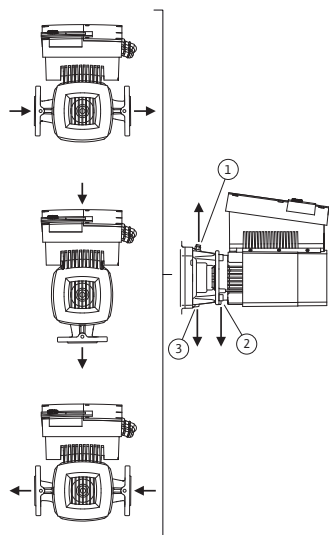

Fig. 23: Positions de montage autorisées avec arbre de moteur horizontal
Les positions de montage autorisées avec arbre de moteur horizontal et module électronique vers le haut (0°) sont représentées sur la Fig. 23. Les positions de montage autorisées avec module électronique monté latéralement ($\pm 90^\circ$) ne sont pas représentées. Toute position de montage sauf « Module électronique vers le bas » (-180°) est autorisée. La purge de la pompe n'est assurée que lorsque la soupape d'échappement est orientée vers le haut (Fig. 23, pos. 1). Seule cette position (0°) permet d'évacuer les condensats par les orifices existants, la lanterne de pompe (Fig. 23, pos. 3) et le moteur (Fig. 23, pos. 2). Pour ce faire, retirer le bouchon de la bride du moteur (Fig. 7, pos. 7a).
- En cas d'arbre de moteur à l'horizontale, la position vers le bas de l'orifice de condensation est obligatoire (Fig. 23, pos. 2). Le cas échéant, il faut tourner le moteur en conséquence.